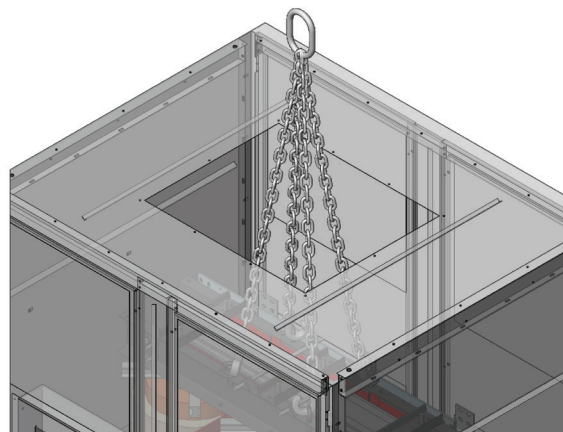

FIGURE 8
- 8) Soulevez l'appareil par le noyau et la bobine seulement, grâce à la découpe ménagée dans le toit du boîtier (voir figure 8)